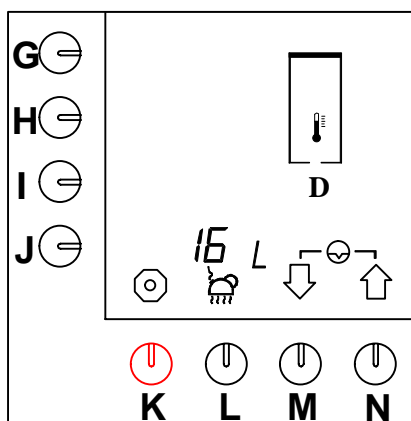

Fig. 54 Nollställning av varmvattenssystemets dagräkneverk
- Tryck på valtangenten (M.)↓ tills fig. 54 visas på displayen.